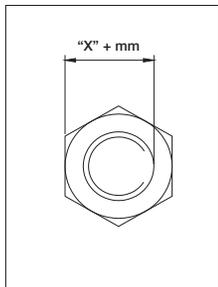

図6
1. ナット平面からボルト最遠端までの長さを計ります。図6を参照してください。